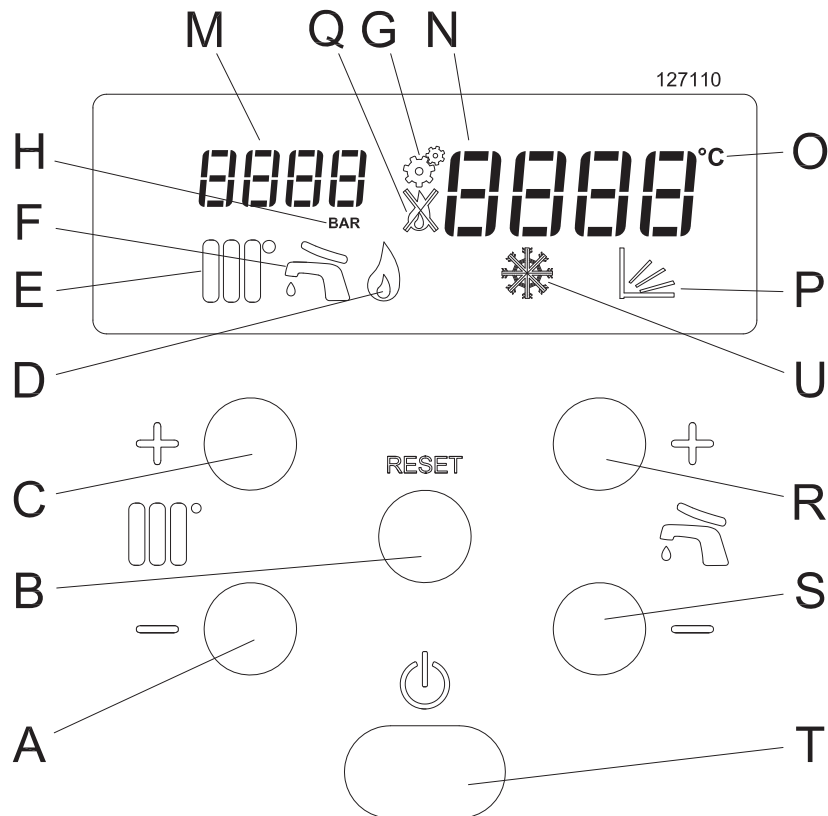

Figura 51
2. - Premere il tasto "T" (Figura 51);
4. - Appare sul display l'icona  "E" (Figura 51);
6. - Appare sul display l'icona  "F" (Figura 51);
1. - Se la pressione all'interno del circuito del riscaldamento scende al di sotto di 0,8 bar, il visore "N" (Figura 51) mostra FILL ad indicare che è necessario ripristinare la corretta pressione;
4. - Controllare la pressione sul visore "M" (Figura 51), deve raggiungere la pressione di 1,3 - 1,5 bar (l'indicazione FILL scompare superati 1,1 bar);
7. - Appare sul display l'icona  "F" (Figura 51);
La regolazione della temperatura dell'acqua calda sanitaria si esegue agendo sui tasti  e . Premuto uno dei due tasti, il visore "N" (Figura 51) comincia a lampeggiare e a mostrare la temperatura che si sta impostando. Il campo di regolazione entro il quale si può regolare la temperatura del sanitario va da 40°C a 60°C. Tenendo premuto il tasto  anche sotto 40°C, comparirà la scritta **OFF** ad indicare lo spegnimento del servizio sanitario evidenziato anche dallo spegnimento dell'icona  "F" (Figura 51).